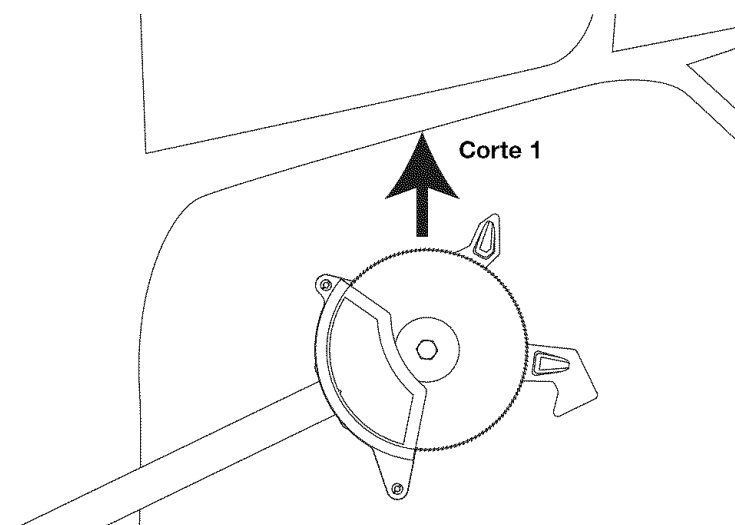

Fig. 7
1. Usando el borde superior de la hoja (Fig. 7), haga una ranura en la parte inferior de la rama a una profundidad de aproximadamente media pulgada para el Corte 1. Esto ayudará a evitar que se desgarre la corteza del árbol cuando se corte la rama.